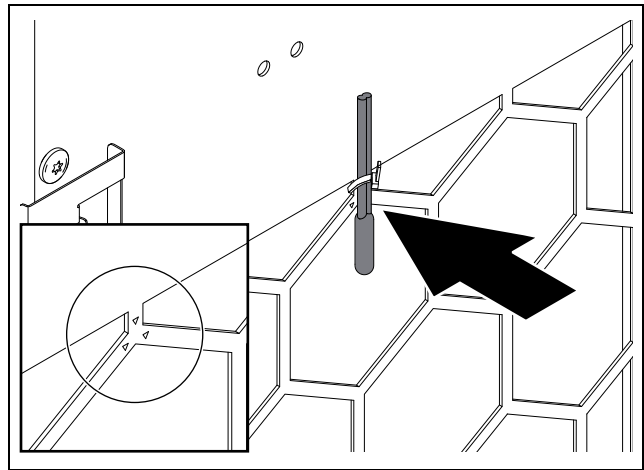

Fig. 52: Sensor de temperatura na frente da saída de ar frio (exemplo)
- Utilizando uma abraçadeira plástica, instale o sensor de temperatura na marcação em frente à saída do ar frio do condicionador de ar (fig. 52).